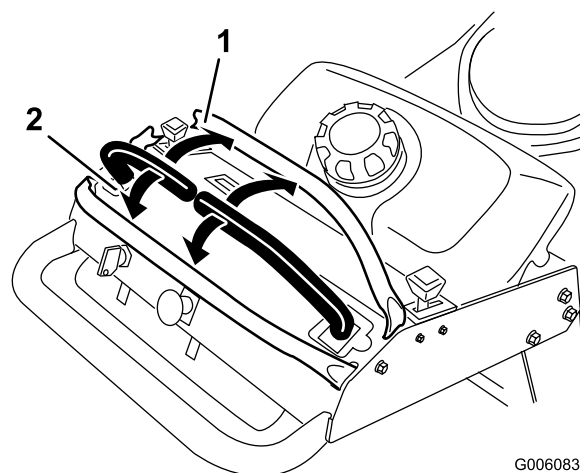

Figura 7
3. Para ir hacia adelante, empuje lentamente las palancas de control de movimiento hacia adelante (Figura 7).
Para ir recto, aplique la misma presión a ambas palancas de control de movimiento (Figura 7).
Para girar, mueva la palanca de control de movimiento hacia punto muerto en el sentido en el que desea girar (Figura 7).
2. Para ir hacia atrás, tire lentamente de las palancas de control de movimiento hacia atrás (Figura 7).
Para girar, deje de empujar la palanca de control de movimiento del lado al que desea girar (Figura 7).